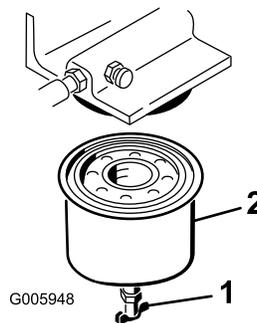

Figura 33
5. Abra la válvula de drenaje (Figura 33) y vacíe el combustible del filtro de combustible en un recipiente adecuado; elimínelo correctamente.
6. Retire el filtro de combustible con una llave para filtros (Figura 33).